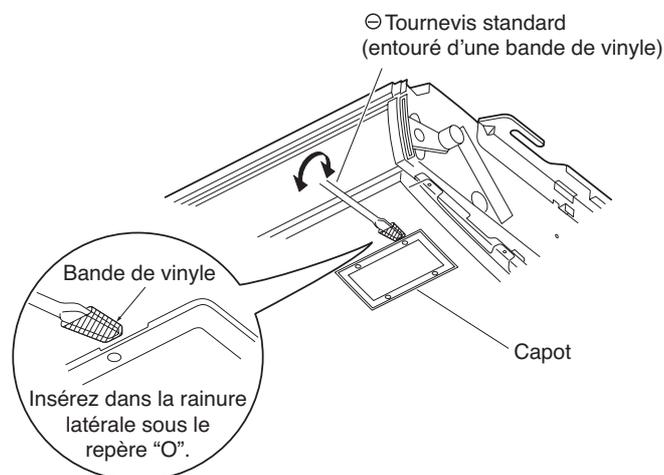

Fig. 11-8
- (2) Enveloppez l'extrémité de la lame d'un tournevis standard (plat) de ruban de vinyle. Ensuite, insérez la lame du tournevis dans la rainure, sur le côté du capot, sous le repère « O » et exercez un effet de levier sur le capot pour l'ouvrir. (Fig. 11-8)